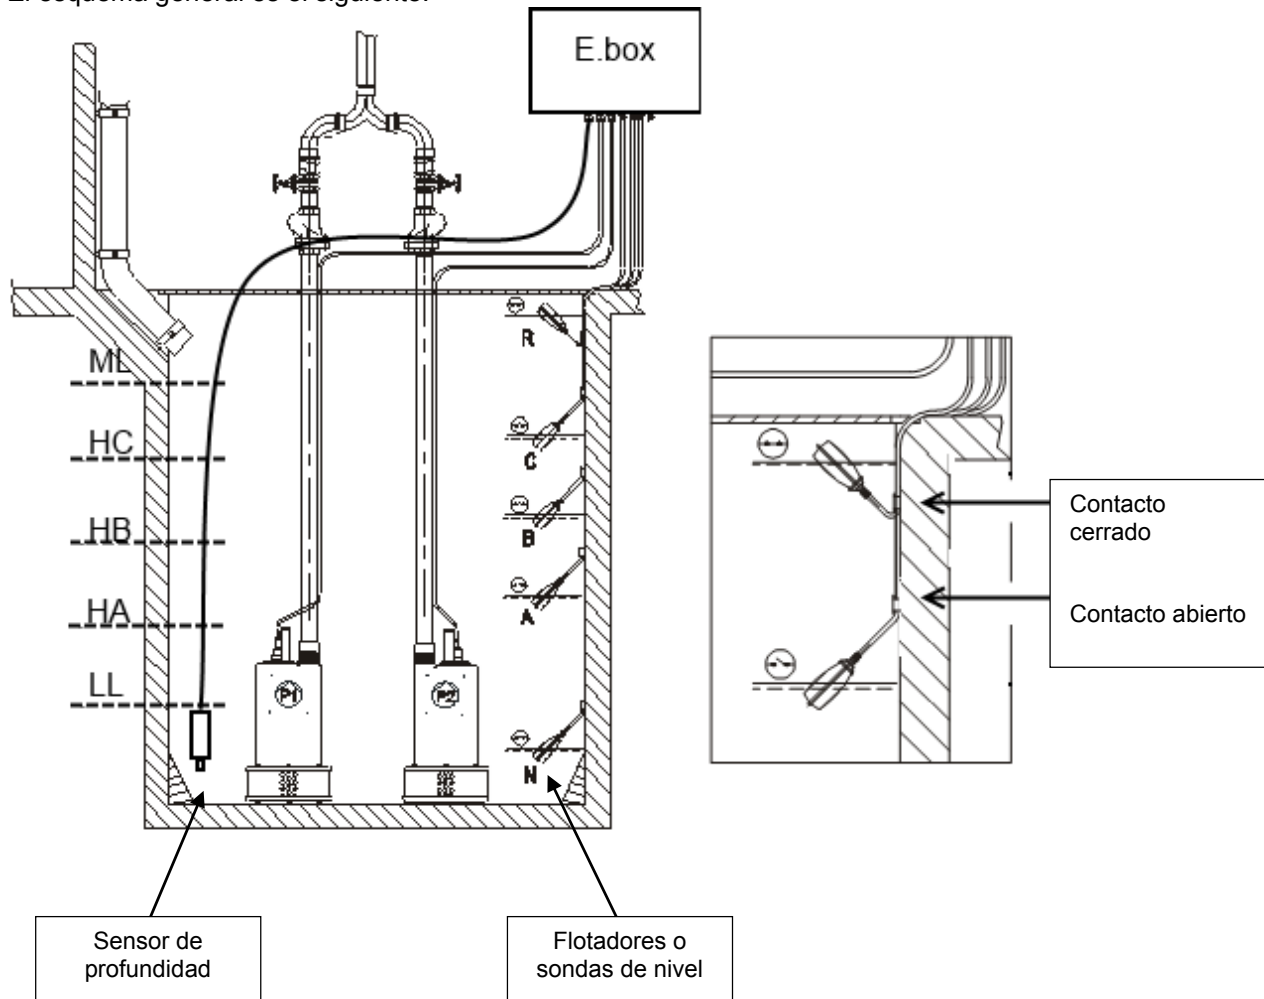
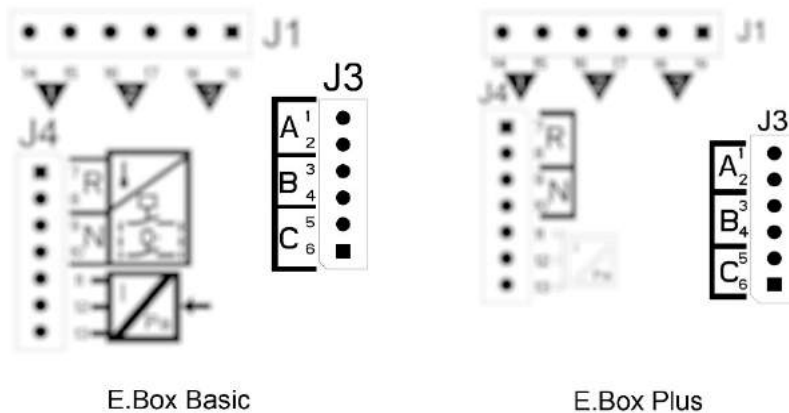

Figura 31: Drenaje esquema instalación
Figura 34: Entradas
- Usar flotadores para drenaje, contacto abierto con nivel de agua bajo, ver Figura 31: drenaje.
- **Sistema con 2 flotadores o sondas de nivel:** en este caso, se deben utilizar las entradas B y C. El borne A se debe dejar libre. Los flotadores de la pila se deben conectar como en la Figura 31. Para la instalación eléctrica, ver Figura 34 Entradas.
- **Sistema de 3 flotadores o sondas de nivel:** en este caso se deben utilizar las entradas A, B y C. Los flotadores de la pila se deben conectar como en la Figura 31: drenaje esquema instalación. Para la instalación eléctrica, ver Figura 34 Entradas.